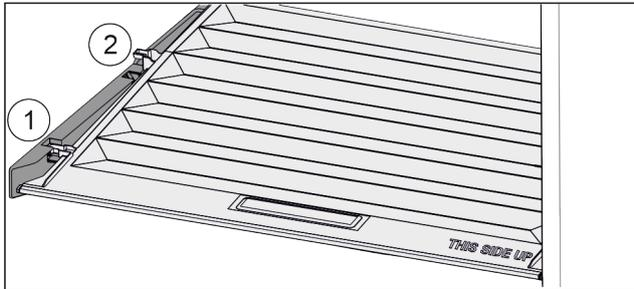

Fig. 108
- Tirer le couvercle vers l'avant jusqu'à dans l'orifice des pièces de retenue Fig. 108 (1).
- Le soulever par le bas à l'arrière et le sortir par le haut Fig. 108 (2).